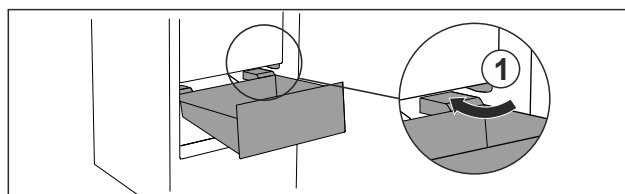

Fig. 115
- Far passare il cassetto intorno ai fermi Fig. 115 (1) inclinandolo.